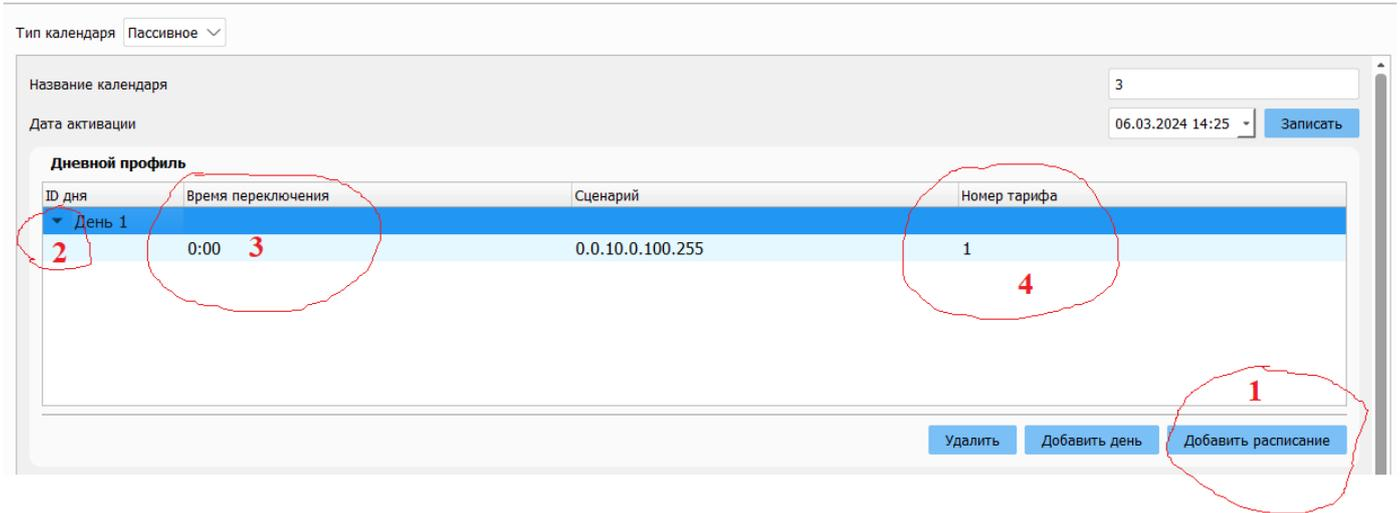

Рисунок 44
– добавить расписание на «день 1», последовательно выполнив для шага с 1 по 4 (рисунок 44):